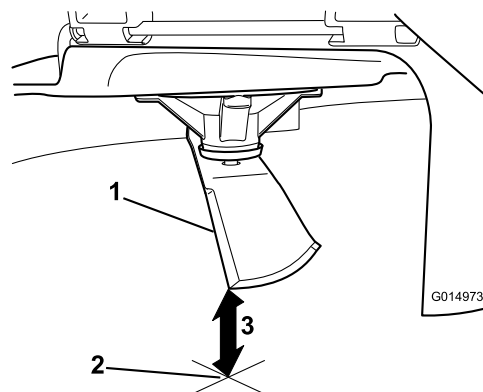

Figura 59
5. Meça da ponta da lâmina até à superfície plana (**Figura 59**).